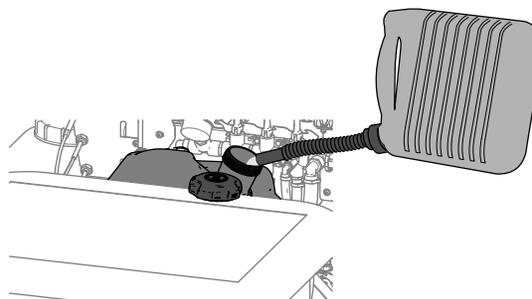

Figura 15
3. Limpie alrededor del tapón del depósito de combustible y retírelo (Figura 15).
4. Llene el depósito de combustible (Figura 15) hasta la parte inferior del cuello de llenado. **No deje que la gasolina llegue al cuello de llenado del depósito.**